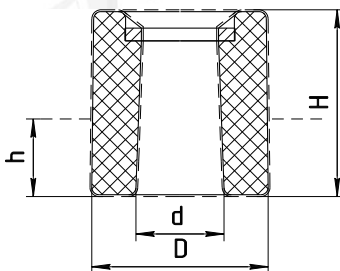

Рисунок 7
2.3.3 По умолчанию, (допускается не указывать в обозначении), ПМП комплектуются поплавками типа «D48x50xd21» (DxHxd – рисунок 7), выполненными из вспененного эбонита.